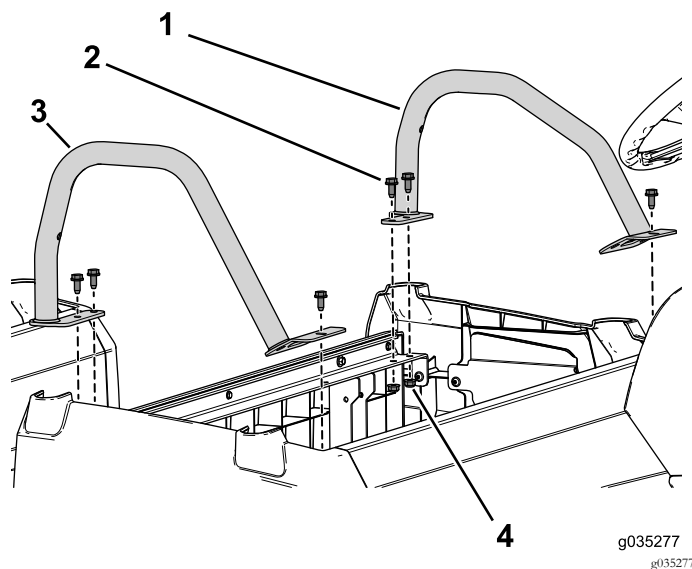

Figure 97
7. Avec les 6 boulons à embase (3/16" x 3/4") et écrous à embase, fixez les dispositifs de retenue du bassin gauche et droit à la base des sièges (Figure 97).